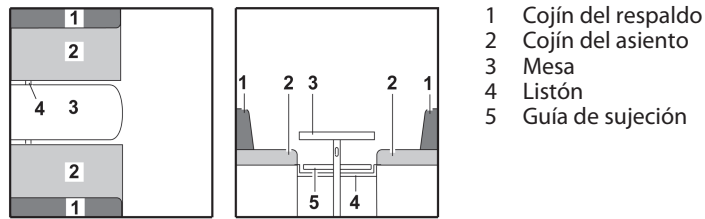

Fig. 64 Antes de la transformación
- Transformar la mesa (Fig. 64,3) en base de cama (véase apartado 7.8).
- Meter el listón (Fig. 64,4) o tirarlo hacia el centro. El listón está en la posición correcta si apoya el tablero de mesa directamente debajo de la pata de mesa.